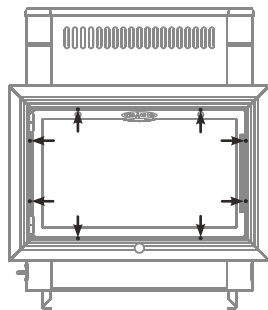

Рисунок 4. Демонтаж передней рамки при монтаже печи «Витрувия»
- 1) открутить саморезы 8 шт., которыми рамка прикрепляется к топливному каналу и снять ее; (см. рисунок 4)